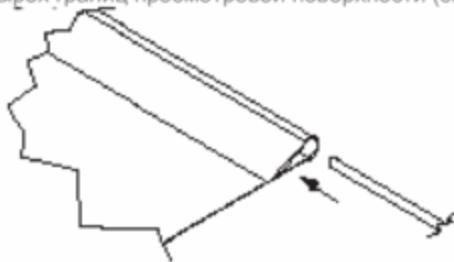

Рис. 6
- Вставьте пластмассовую трубку внутрь сквозного кармана, образованного кромкой с четырех границ просмотровой поверхности (см. рис. 6).